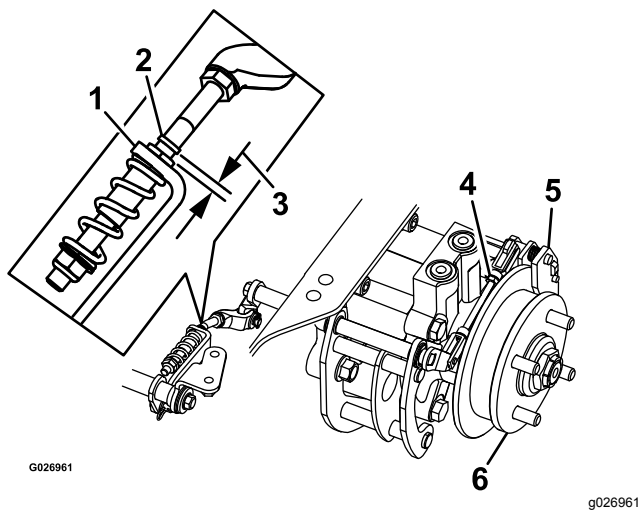

Figura 74
5. Instale las cubiertas de refrigeración y la carcasa del ventilador (Figura 74).
8. Compruebe si hay un espacio visible entre la escuadra y el tope del acoplamiento (Figura 74).